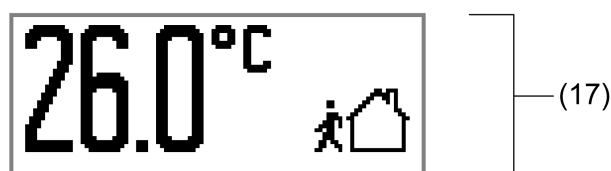

Bild 51: Beispiel für eine Grundanzeige mit einem Anzeigebereich (Raumtemperatur, Betriebsmodusanzeige)
Bei der Verwendung nur eines Anzeigebereiches (Bild 51) ist in der Normalanzeige das Anzeigen von Temperaturwerten und das Signalisieren des Betriebsmodus des Raumtemperaturreglers möglich. Diese Art der Anzeige ist als übersichtliche Einfach-Anzeigefunktion mit nur einer großen Menüfläche (17) zu verstehen.
Der ausgewählte Temperaturwert wird in der Menüfläche mit einem großen Zeichensatz linksbündig angezeigt (Bild 51). Die Anzeige kann, wie bei der 2-Bereichs-Darstellung, in °C oder alternativ in °F erfolgen. Rechtsbündig in der Menüfläche wird der Reglerbetriebsmodus in Form eines großen Symbols signalisiert, sofern der integrierte Regler oder die Reglernebenstelle aktiviert ist.